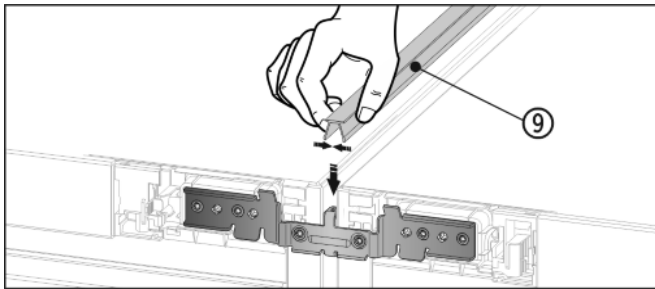

Fig. 13
- Sur le côté supérieur, pousser la baguette Fig. 13 (9) courte dans la fente horizontale.